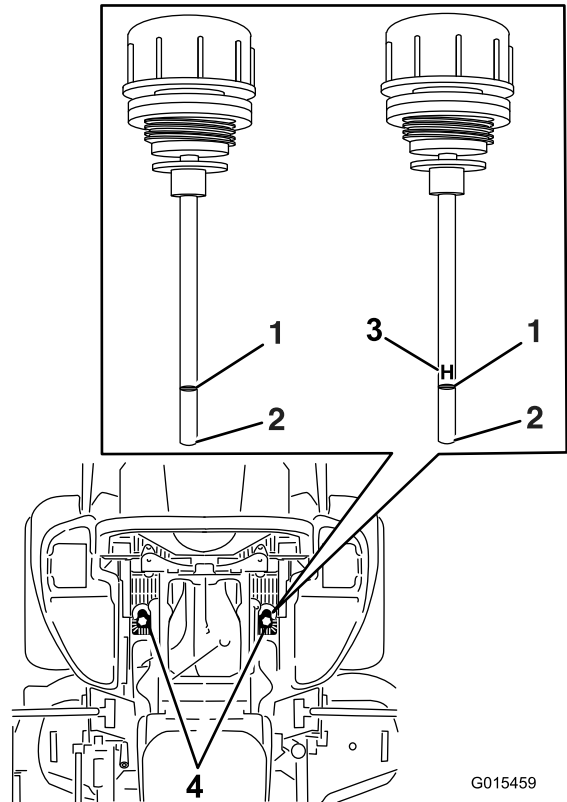

Figura 86
6. Limpie la zona alrededor de las varillas de los depósitos del sistema hidráulico (Figura 86).
7. Retire una varilla del depósito hidráulico (Figura 86).
9. Retire la varilla e inspeccione el extremo (Figura 86).